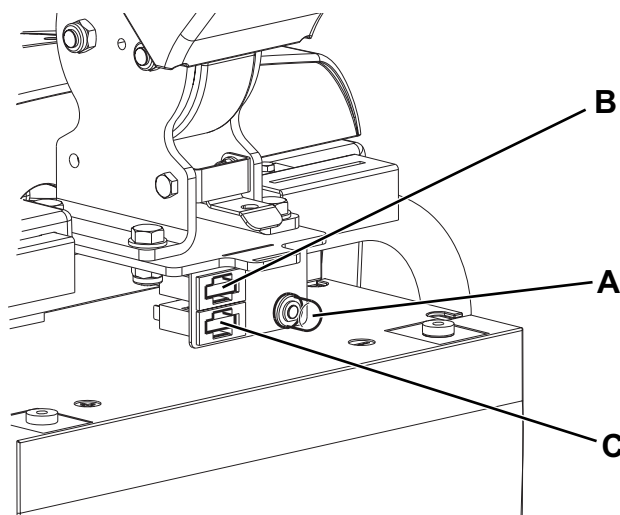

Abbildung 7
2. Wählschalter (32) auf 0 stellen und Batterie trennen (7).
3. Abdeckung (4) öffnen und überprüfen, ob folgende Sicherungen möglicherweise ausgeschaltet oder defekt sind:
- (A, Abb. 7): Selbstrückstellende Sicherung F1 (30 A), Bürstenmotor.
- (B): Messersicherung F3 (5 A), Hilfsbetriebe.
- (C): Messersicherung F2 (30 A), Ansaugmotor.